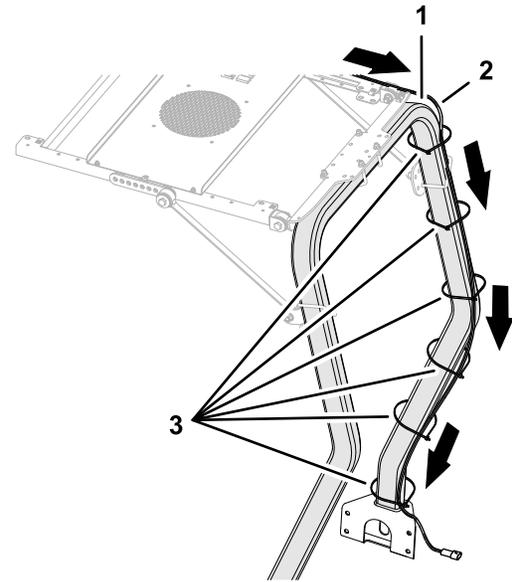

Figure 7
- Acheminez le faisceau de câblage du kit du panneau de commande le long du tube de l'arceau de sécurité, comme montré à la Figure 7.
- Attachez le faisceau de câblage au tube de l'arceau de sécurité avec autant d'attache-câbles que nécessaire (Figure 7).